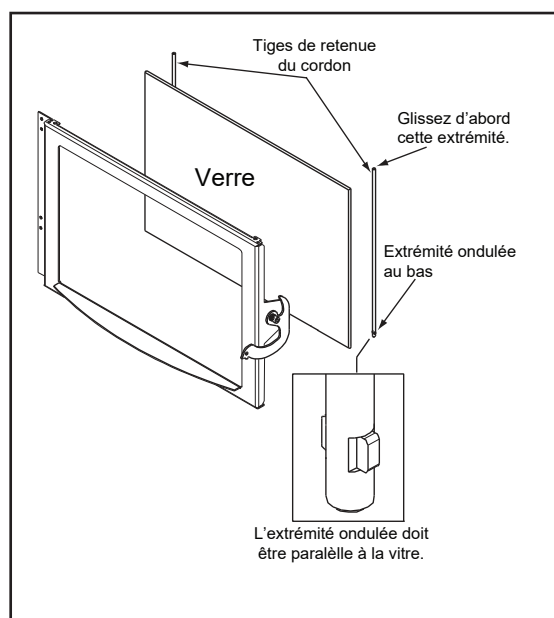

Figure 28.2
- Glissez la tige de retenue d'abord dans le trou supérieur, puis alignez l'extrémité ondulée inférieure avec le trou de la porte. L'extrémité ondulée doit être parallèle à la vitre pour pouvoir l'insérer correctement. **Figure 28.2.**